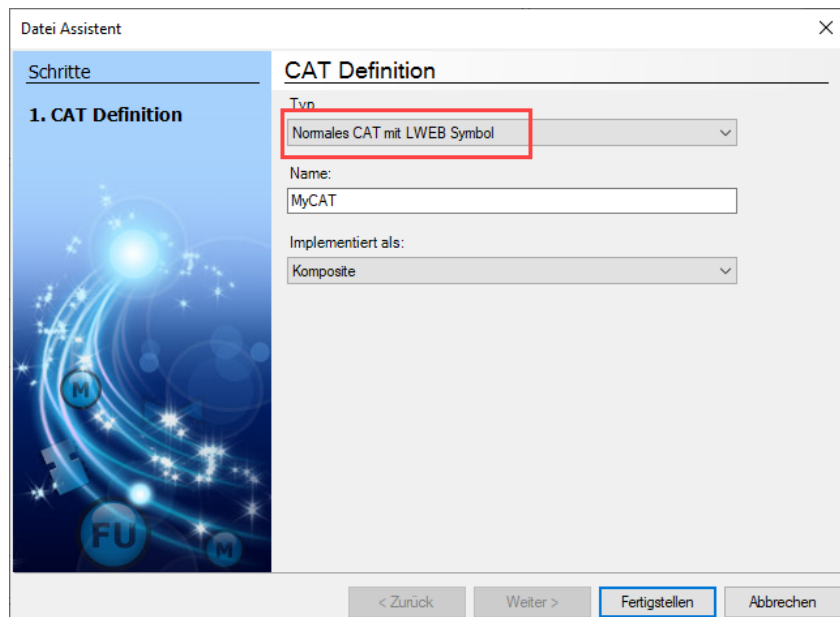

Abbildung 46: Erstellen eines 61499 CAT um das 61131 Programm einzubetten.
- Um den Programmblock in die 61499-Laufzeit einzubetten, erstellen Sie ein normales CAT: Wählen Sie in der „KickStart“-Projektmappe **CAT** → **Application**. Klicken Sie dann mit der rechten Maustaste und wählen Sie **Neues Objekt**. Wählen Sie **Normales CAT** und geben Sie einen Namen ein. Klicken Sie dann auf **Fertigstellen**, wie in Abbildung 46 dargestellt.